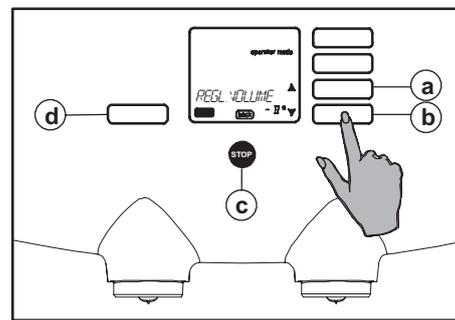

Fig. 70 Définition +/- nombre %
4. Appuyez sur le bouton Enter (fig. 70 d). L'écran affiche le pourcentage défini (fig. 70).
5. Avec les boutons de défilement \updownarrow (fig. 70 a ou b), sélectionnez le volume souhaité.
6. Appuyez sur le bouton Enter (fig. 70 d) pour confirmer le paramètre.
7. Appuyez ensuite sur le bouton Stop (fig. 70 c) pour quitter la programmation.